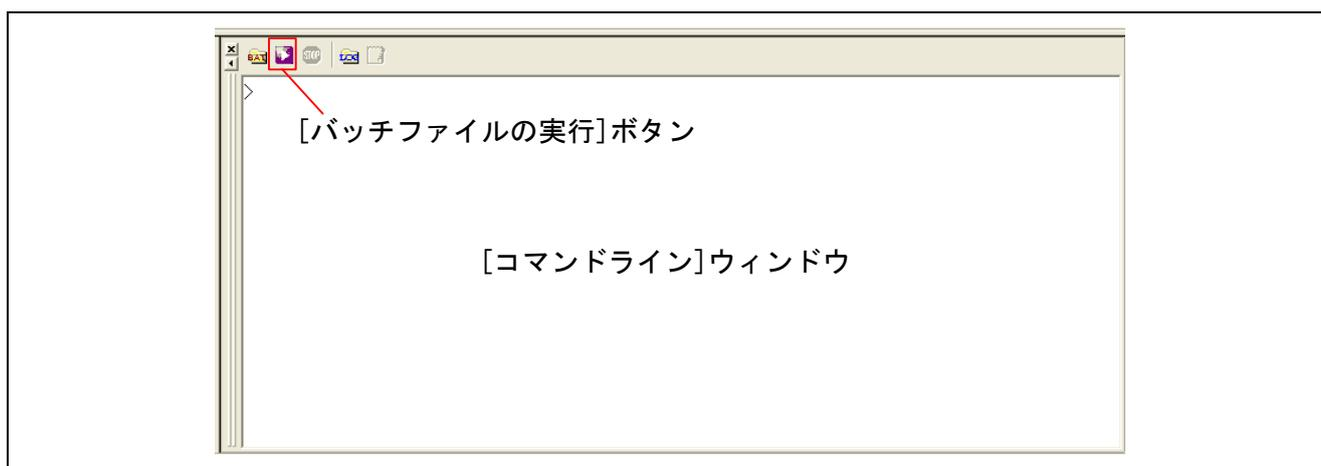

図17 [コマンドライン]ウィンドウと[バッチファイルの実行]ボタン
5. 接続確立後、High-performance Embedded Workshop の[表示]メニュー→[コマンドライン]を選択し、図 17 に示すように[コマンドライン]ウィンドウを表示してください。